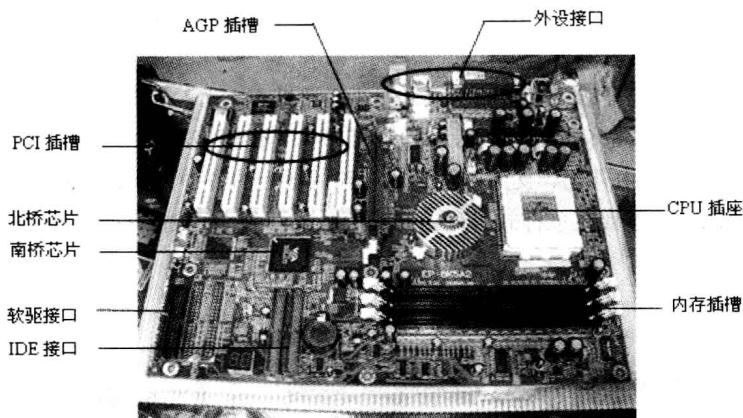

图 1.1.3 主板
(4) 主板。主板安装在机箱内，它是计算机中最基本的也是最重要的部件之一，如图1.1.3所示。计算机系统中所有的设备都直接或间接地与主板相连，形成一套完整的系统。主板的性能及其对各硬件设备的支持，主要由南桥芯片和北桥芯片决定。北桥芯片负责与CPU的接口，控制Cache、内存及AGP接口数据的传输和转换。南桥芯片负责I/O接口以及IDE设备的控制等。目前，主板上常见扩展插槽的类型主要有PCI、AGP和PCI-E三种，其中PCI-Express即PCI-E是最新的总线和接口标准。凭借其较高的数据传输速率，PCI-E将全面取代现行的PCI和AGP标准，最终实现总线标准的统一。